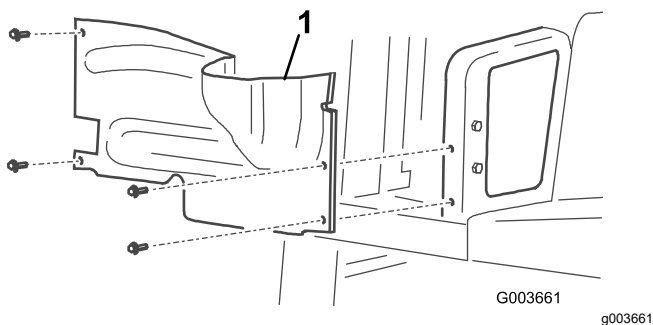

Figura 2
7. Rimuovete i 4 bulloni che bloccano la copertura della ruota destra al telaio e rimuovete la copertura (Figura 2).